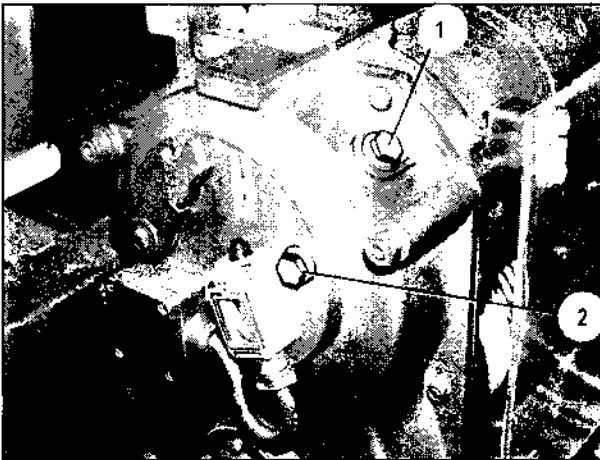

Bild 144
2. Ölkontrollschraube (Bild 144/2) aus dem Deckel herausschrauben.
3. Öleinfüllschraube (Bild 144/1) und Ölkontrollschraube (Bild 144/2) heraus-schrauben.